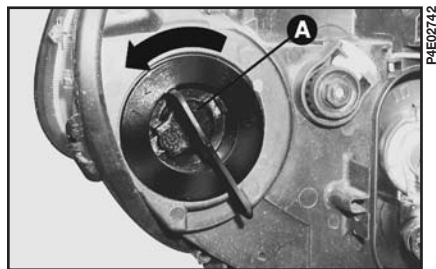

рис. 16
**1)** Поверните заглушку **A** (рис. 16) против часовой стрелки и извлеките ее.
**3)** Заменяв лампу, установите на место заглушку **A** (рис. 16), повернув ее по часовой стрелке.